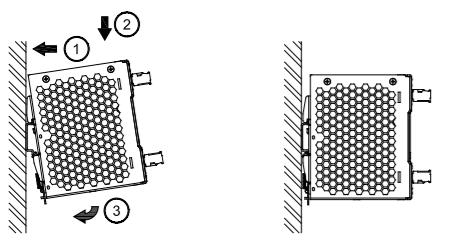

Figure 2
3. Montage (Abb. 2)
Einrasten des Geräts in DIN-Schiene, wie in Abb. 2 dargestellt:
3. Mounting (Fig. 2)
Snap on the DIN rail as shown in Fig. 2: